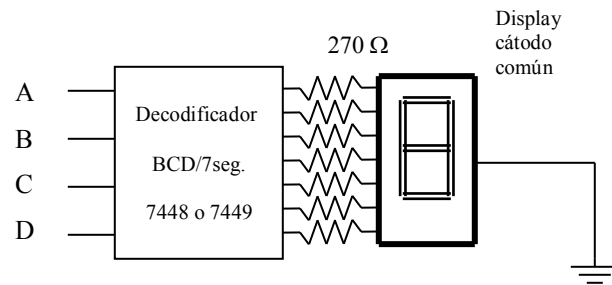

Fig. No. 3
4.- Montar el circuito de la Figura No.3 y comprobar el funcionamiento del Display de cátodo común manejado por el Decodificador BCD/ 7 segmentos (7448 o 7449). A la entrada del decodificador poner las combinaciones necesarias de niveles lógicos (0 al 15 en código BCD) Observar los resultados a la salida del Decodificador y elaborar una tabla con los datos de entrada y salida del Decodificador, así como lo mostrado en el Display (similar a la tabla No 2)